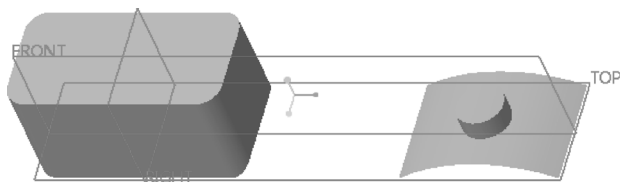

图 5-156 完成“展开”偏移
13) 在“偏移”选项卡中单击 (完成) 按钮, 完成的偏移特征如图 5-156 所示。